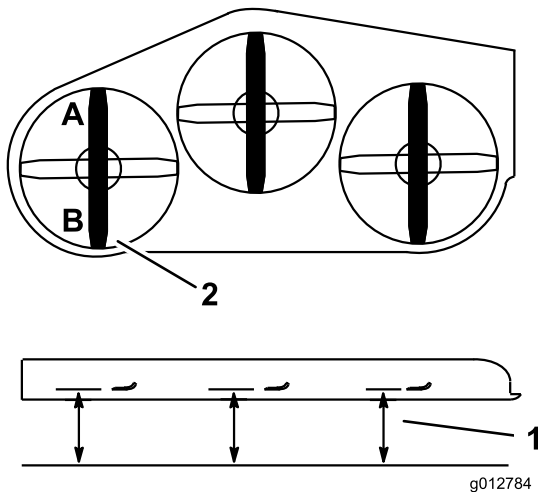

Figure 82
2. Mesurez et notez la distance au point **A** entre la surface plane et le tranchant de la pointe de la lame gauche (Figure 82).
3. Mesurez et notez la distance au point **B** entre la surface plane et le tranchant de la pointe de la lame gauche (Figure 82).
4. La lame doit être plus basse de 6 à 10 mm (1/4 à 3/8 po) au point **A** qu'au point **B** (Figure 82). Si ce n'est pas le cas, passez aux étapes suivantes.